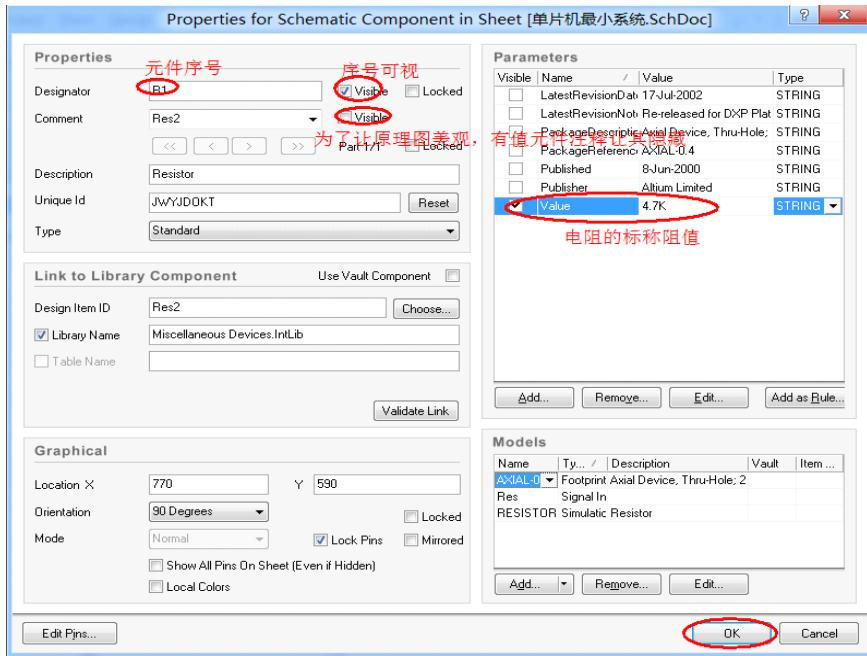

图 6-6.34 修改电阻属性对话框
**Step2:** 修改电阻属性，按照上面的方法，打开元器件属性对话框，在对话框中进行修改，完成后如图 6-6.34 所示。